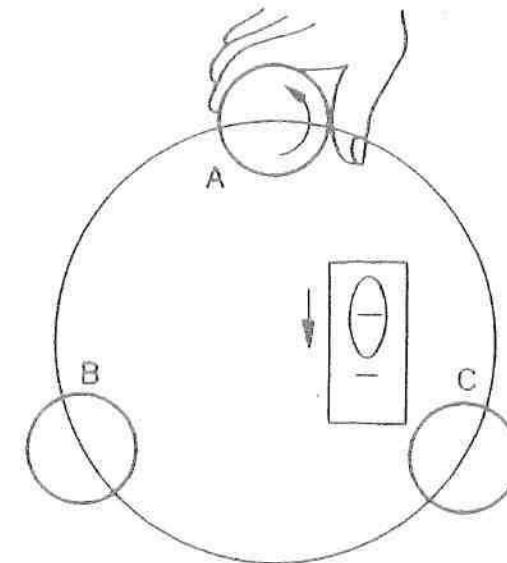

図17-2
- ③上盤を90°回転させ、整準ねじAを用いて気泡を中心導きます。(図17-2)
- ④前記①～③を繰り返します。